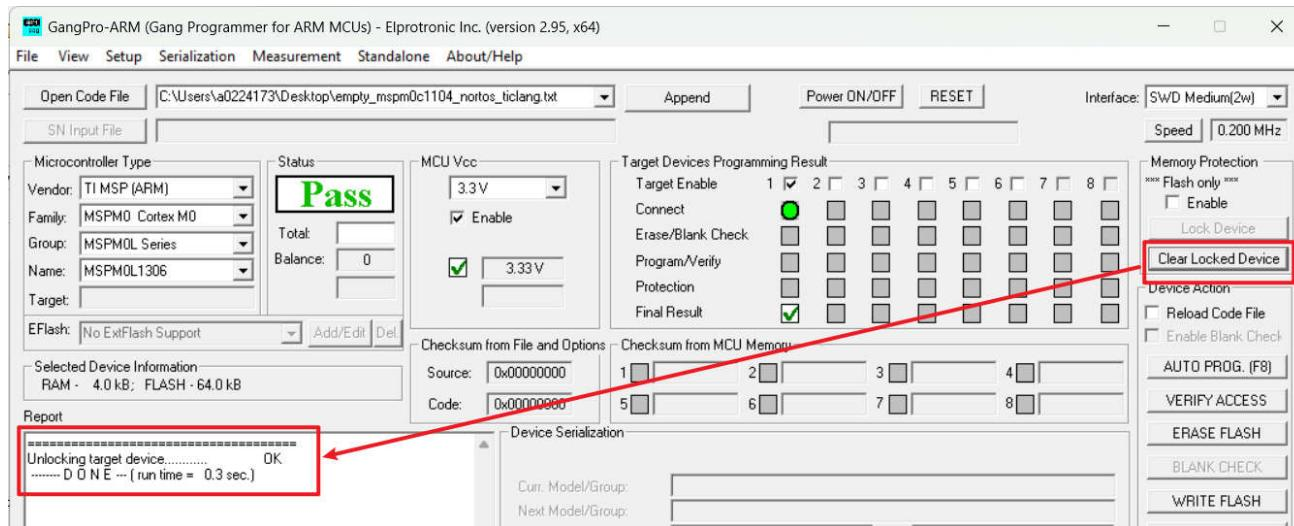

图 5-12. 使用 C-GANG 恢复出厂设置
8. 如果设备被锁定，C-GANG 还支持通过恢复出厂设置来解锁设备。首先，请连接 VCC、GND、SWDIO、SWCLK、RST。然后按照指示操作，如图 5-12 所示。